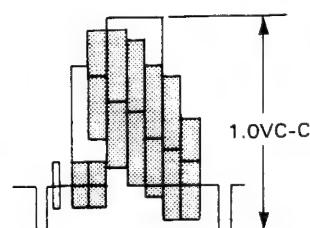

Figure 2-5.
2. Lire la section barre couleur de la bande d'alignement et régler R201 de sorte que l'amplitude de signal mesurée sur l'oscilloscope est de 1.0 Vc-c comme indiqué sur la Figure 2-5.